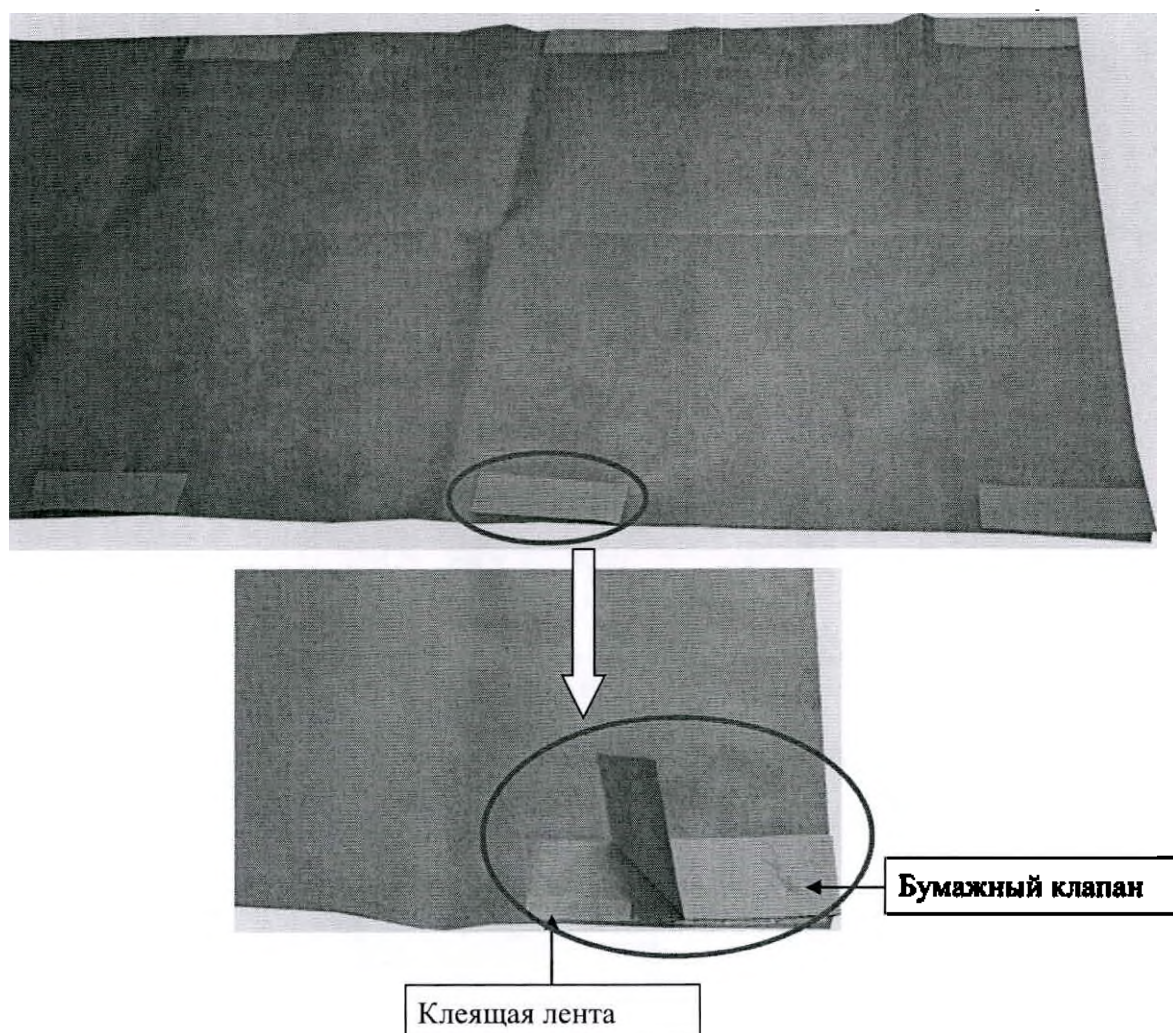

Рисунок 7.1 – Отклеивание защитных бумажных клапанов
1. Разверните чехол. По его длинным сторонам с определенным интервалом расположены участки с клеящими лентами (см. Рисунок 7.1).